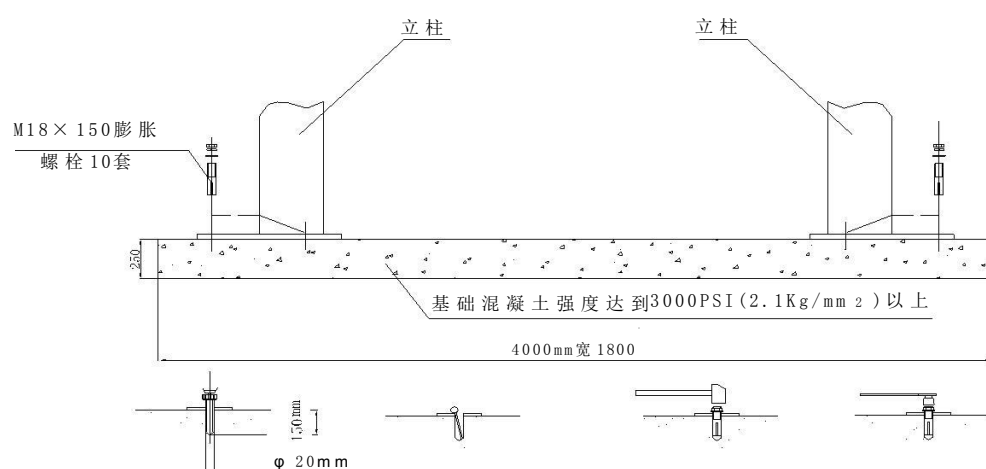

图 7
6.5.1 待混凝土完全凝固达到预定强度后，在用户要求安装的地方竖起二立柱，确定举升机的主体尺寸。确保立柱与地面垂直后，二立柱底板与地面的间隙用铁片和混凝土填实，用M18x150膨胀螺柱紧固（图7）。